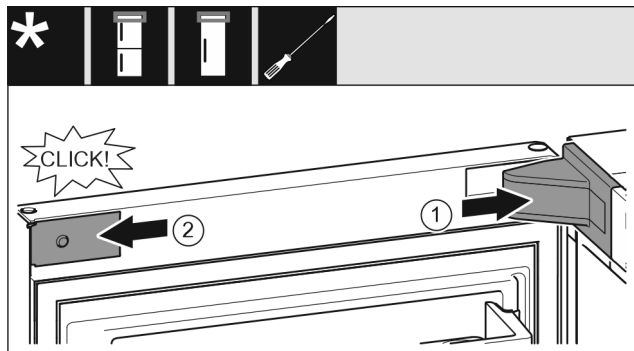

Fig. 26
- ▶ Nasadte a zaklapněte kryt stojanu ložiska Fig. 26 (1), příp. opatrně přitlačte od sebe.
- ▶ Z boku nasadte záslepku Fig. 26 (2) a zaklapněte.